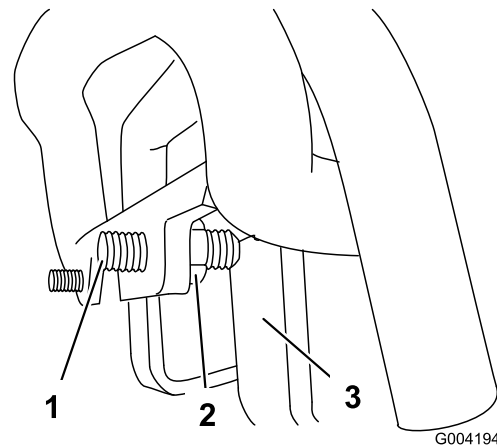

Figure 57
3. Si la machine se déporte vers la **gauche**, desserrez l'écrou de blocage **droit** et ajustez la vis de réglage de correction directionnelle à l'avant de la commande de déplacement (Figure 57).
4. Si la machine se déporte vers la **droite**, desserrez l'écrou de blocage **gauche** et ajustez la vis de réglage de correction directionnelle à l'avant de la commande de déplacement (Figure 57).